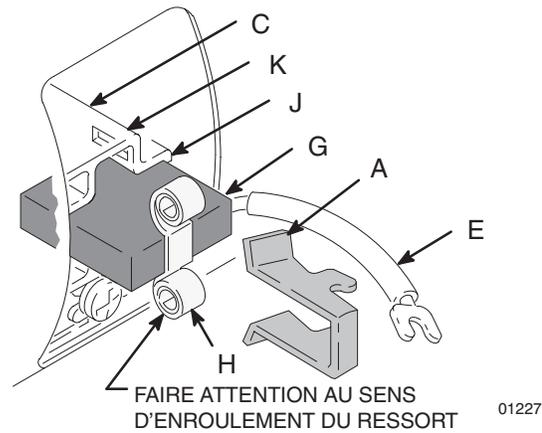

Fig. 6
- Fig. 6. Placer le nouveau balai (G) de manière que le fil soit placé dans l'encoche longue (J) du porte-balai (C).
- Fig. 6. Placer le ressort (H) sur le balai (G).
- Fig. 6. Monter le clip (A) et le pousser vers le bas pour qu'il s'emboîte dans les encoches courtes (K) du porte-balai (C).